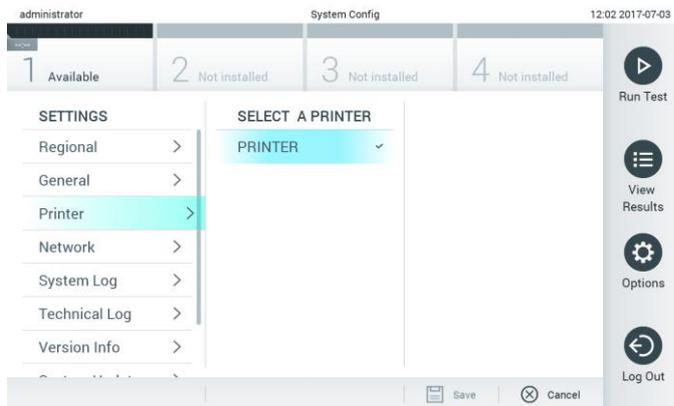

Abbildung 61: Auswahl eines Systemdruckers.
3. Wählen Sie einen Drucker aus der Liste der verfügbaren Drucker aus (Abbildung 61).